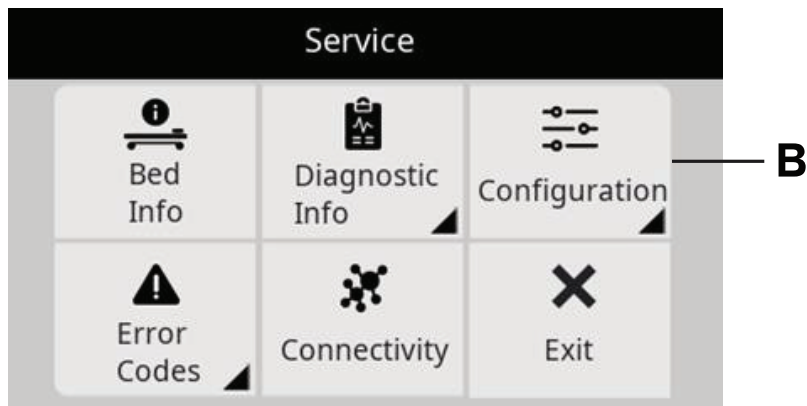

Figura 5 – Menu de assistência ProCuity
3. Entre no menu de assistência e selecione **Configuração (B)** (Figura 5).